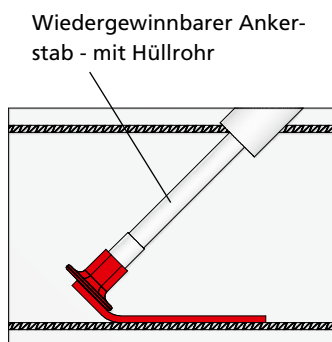

Abb. 13.1
■ **Wiedergewinnbarer Anker**, ausgestattet mit Hüllrohr (Abb. 13.1).